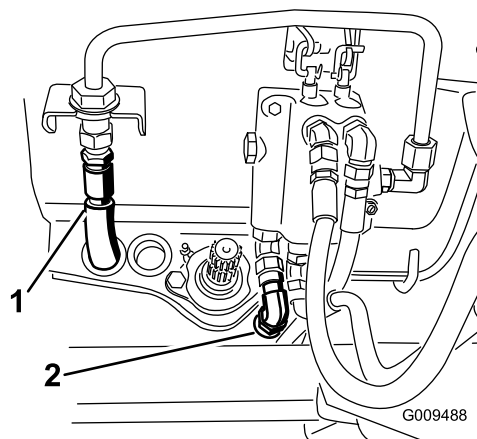

Figura 45
14. Conecte el manguito de presión hidráulica al tubo rígido de la válvula y conecte el manguito del depósito a la válvula (Figura 45). Guarde los tapones de los manguitos para la reconversión de verano.